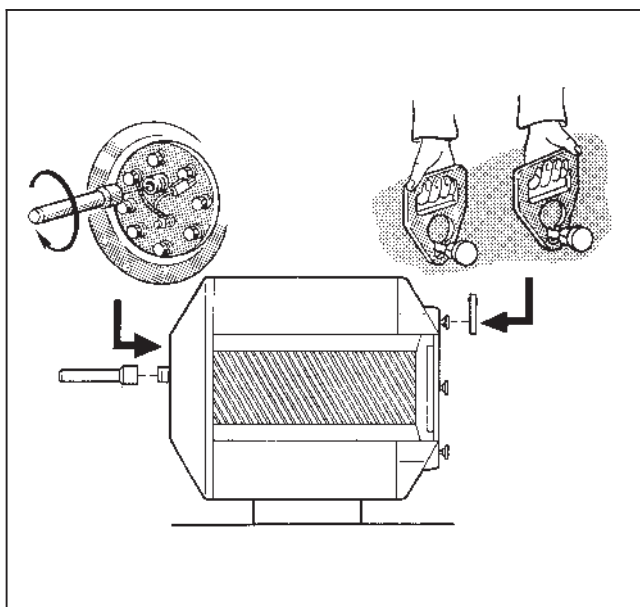

Рис. 4
- Зацепить две ручки за болты так, чтобы они вошли в отверстия с малым диаметром резьбы (рис. 4).